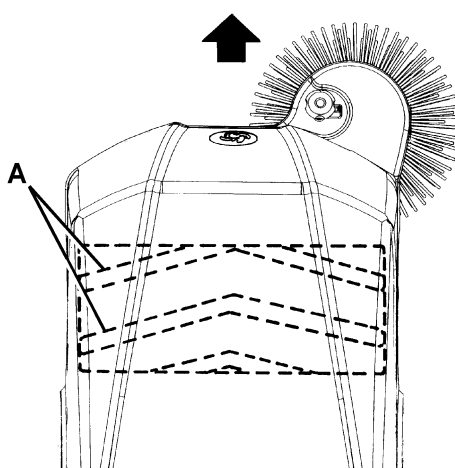

Abbildung 7
10. Die neue Hauptkehrwalze einbauen, durch Stellen der Borsten (A, Abb. 7) wie es in Abbildung dargestellt ist.